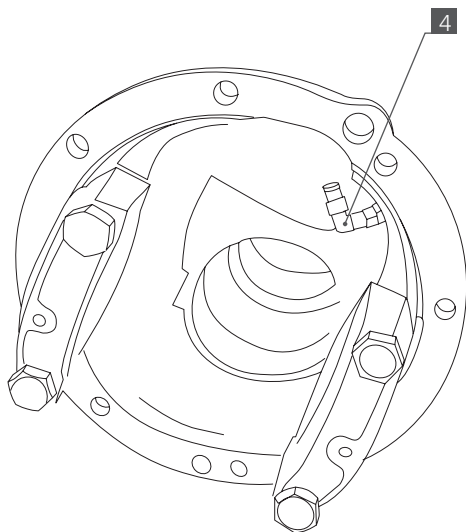

Рис. 3
4. Установите фитинг угловой [5] в штуцер подвода воздуха [6] с внутренней стороны картера моста. (Рис. 3).